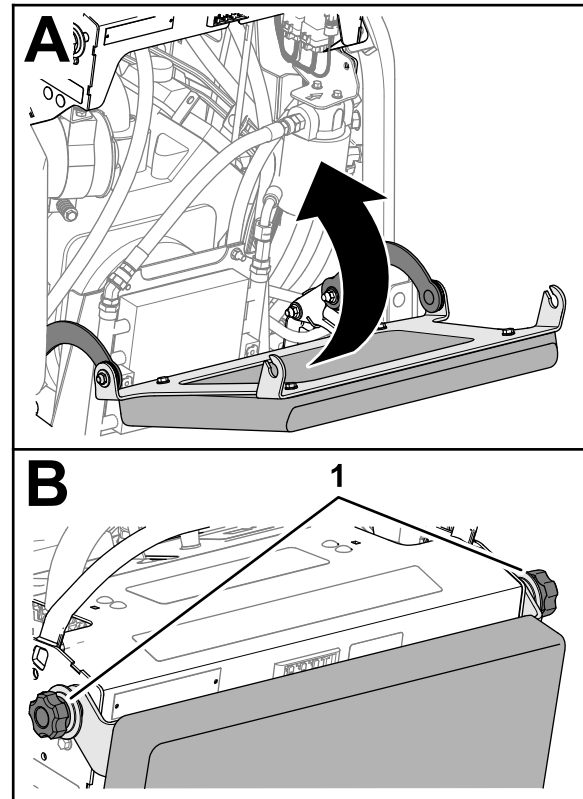

Figure 68
1. Faites pivoter et relevez le coussin de l'utilisateur (Figure 68).
2. Serrez les 2 boutons (Figure 68).